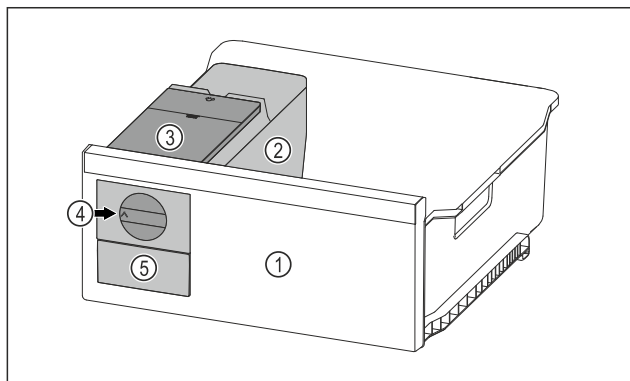

Fig. 122 Példaként szolgáló ábrázolás
- ▶ A forgógombot Fig. 122 (4) ütközésig forgassa el az óra járásával egyező irányban.
- ▶ A jégkockák a jégkockatartóból a jégkockafiókba Fig. 122 (5) hullanak.